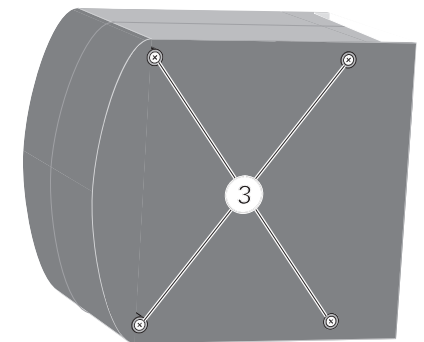

Fig. 2
- Schrauben ③ des Netzteils herausdrehen (Fig. 2).
- Screw out the screw ③ of the mains adapter (Fig. 2).